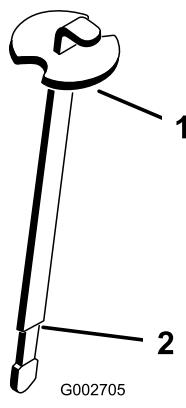

図 16
**注** マーク位置（ディップスティックのくびれている所）まであればよい（図 16）。